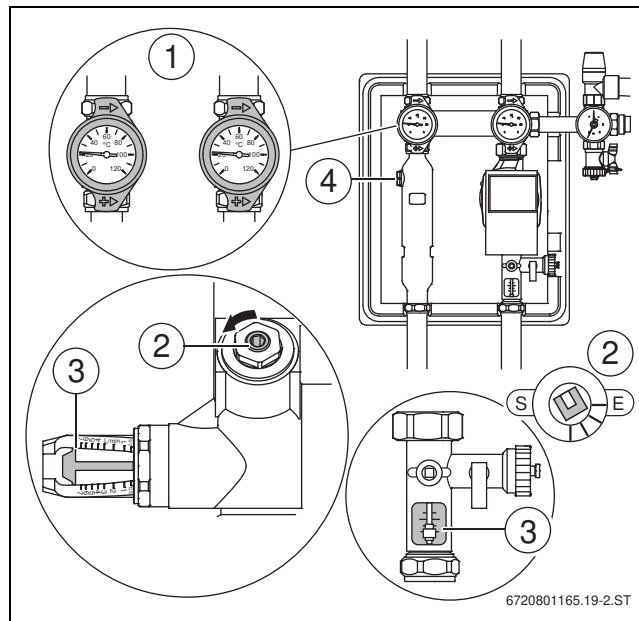

Рис. 41
- ▶ Проверьте объёмный поток по смотровому окну ограничителя потока (→ рис. 41, [3]).